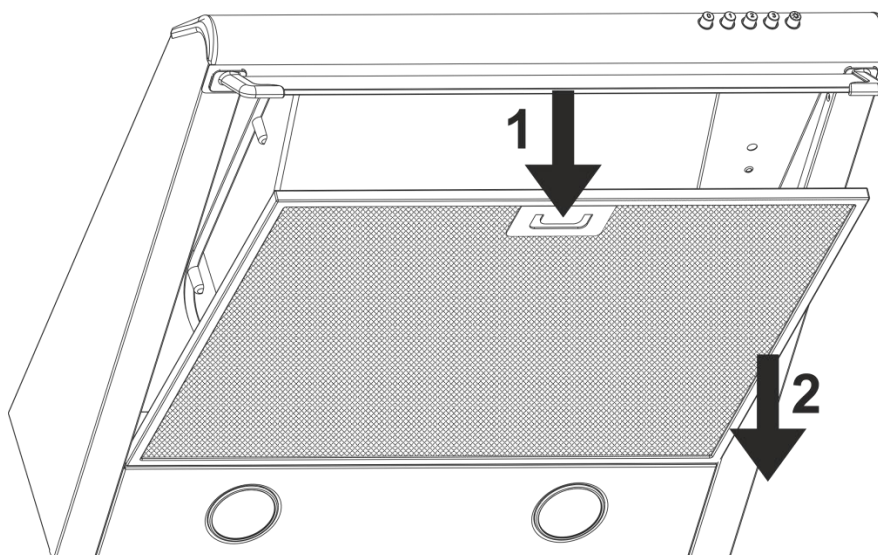
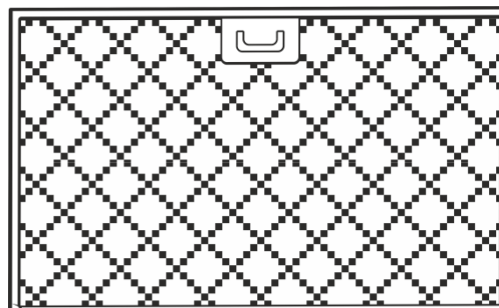

Рис.9
Рис.11
- снять алюминиевый фильтр **1** (рис.9) формат фильтров показан на (рис.11);
Для замены угольного фильтра круглого в вытяжке «Вона Н 10 / 20» следует выполнить следующие шаги (рис. 11):